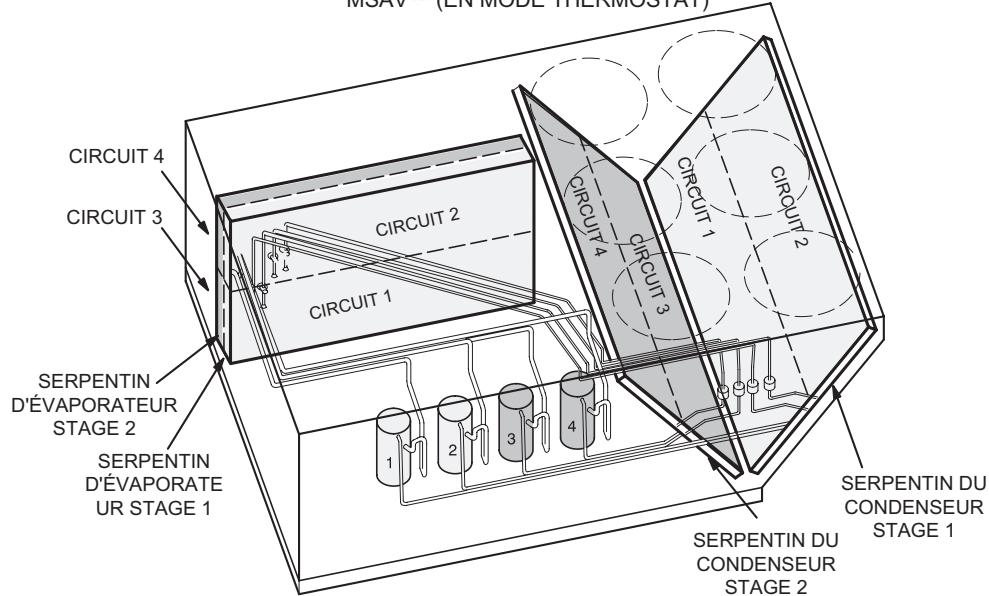

FIGURE 34
- 5 - Les unités SG/SC 240 contiennent quatre circuits ou systèmes réfrigérants. Les circuits de réfrigérant 1 et 2 des serpentins de l'évaporateur et du condenseur constituent le stage 1 de la climatisation en mode thermostat. Les circuits de réfrigérant 3 et 4 de l'évaporateur et du condensat constituent le stage 2 de la climatisation en mode thermostat. Reportez-vous à la FIGURE 34.